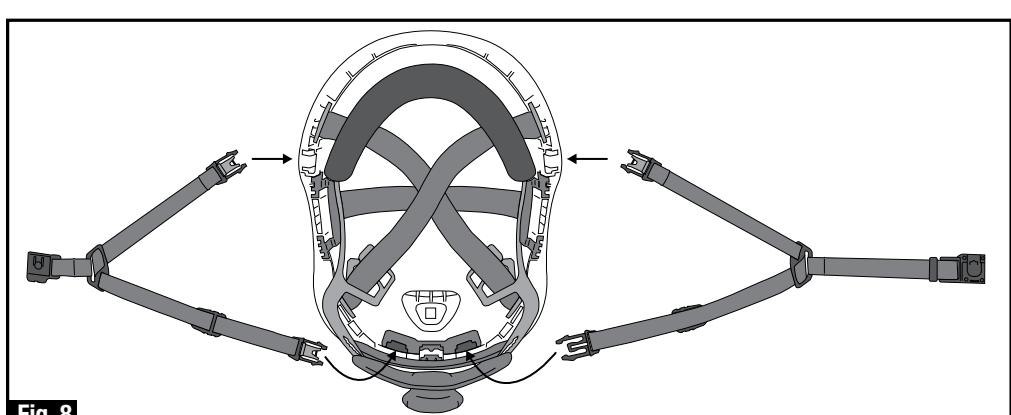

Fig. 8
- Locate four chin strap attachment points on helmet shell and attach corresponding chin strap keys to slots. (Figure 8)
- Localisez les quatre points d'attache de la mentonnière sur la coque du casque protecteur, puis attachez les sangles de mentonnière aux rainures correspondantes. (Figure 8)